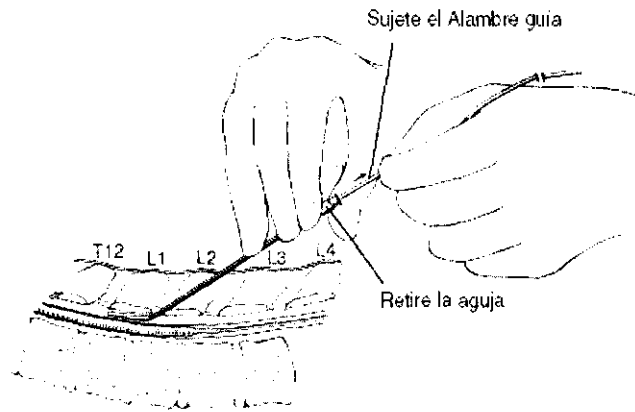

FIGURA 8
5.\* En caso de utilizar Introduce, retire la aguja utilizando la técnica de aguanete y empuje, dejando el alambre guía en el espacio epidural (Figura 8).